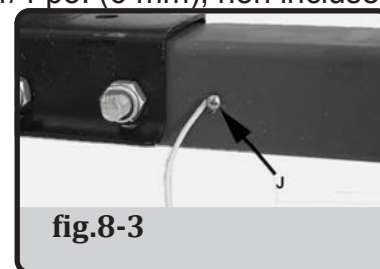

fig.8-3
6. Fixez le fil de mise en terre blanc à l'extrémité de la fiche du faisceau de câblage au petit trou de montage dans la barre de remorquage (5) avec une vis taraudeuse de 1/4 po. (6 mm), non incluse. Voir J, fig.8-3.